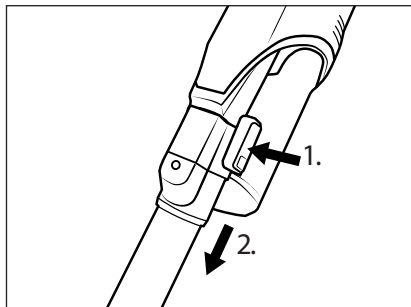

Fig. 11
- ◆ Pentru a îndepărta țeava de aspirare ② din aparat, țineți apăsată tasta de deblocare a țevii de aspirare ① și trageți țeava de aspirație ② din orificiul de aspirație al aparatului (a se vedea fig. 11).